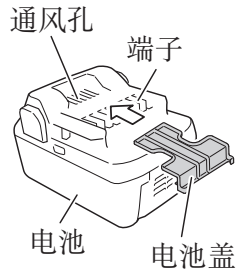

图 4
- 或者将电池装在电动工具中，或者在牢固按入电池盖并挡住通风孔后再存放，以防止短路（图 4）。